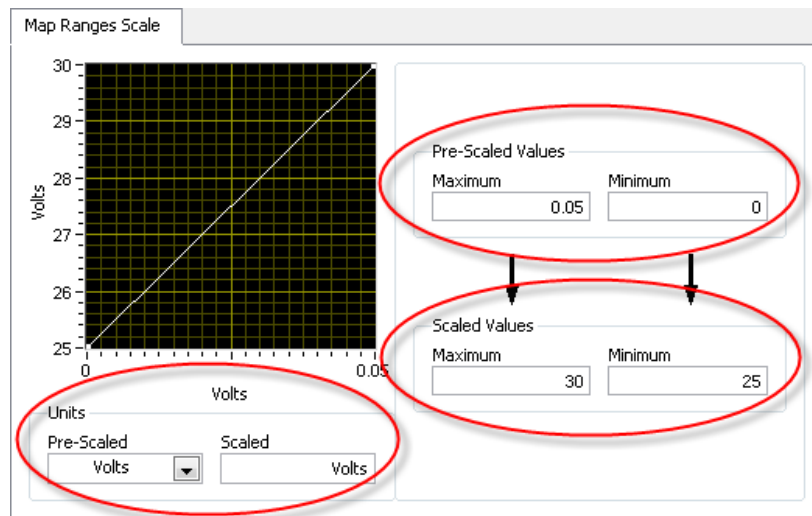

Figura 11. Guia de mapeamento NI-DAQmx Map Ranges entre duas faixas de valores.
- e. Configure a caixa de diálogo Map Ranges Scale conforme ilustrado na figura 11.